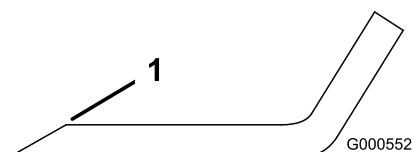

Рисунок 71
1. Для загострення ріжучої кромки на обох кінцях ножа використовуйте напилок (Рисунок 71).
Примітка: Якщо ніж не збалансований, зніміть напилком частину металу лише в кінці площині вітрильності (Рисунок 71).